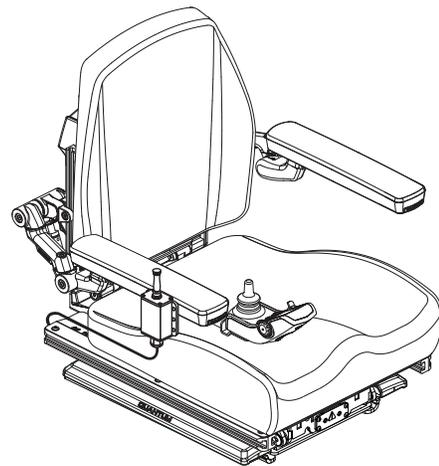

Figure 18. Commutateur du siège électrique
1. Pesez sur l'avant du commutateur pour faire monter le siège. **Voir la figure 18.**